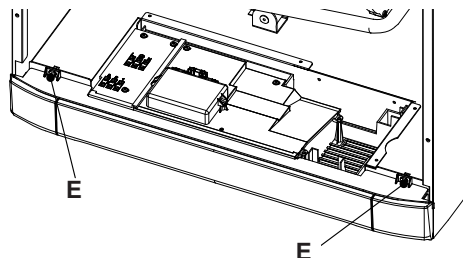
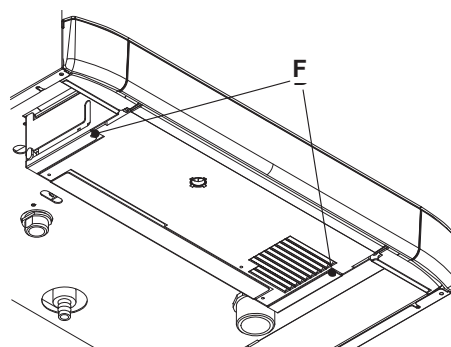

Fig. 5.19
Fig. 5.20
- quite los tornillos (E) en Fig. 5.19 e (F) in Fig. 5.20;